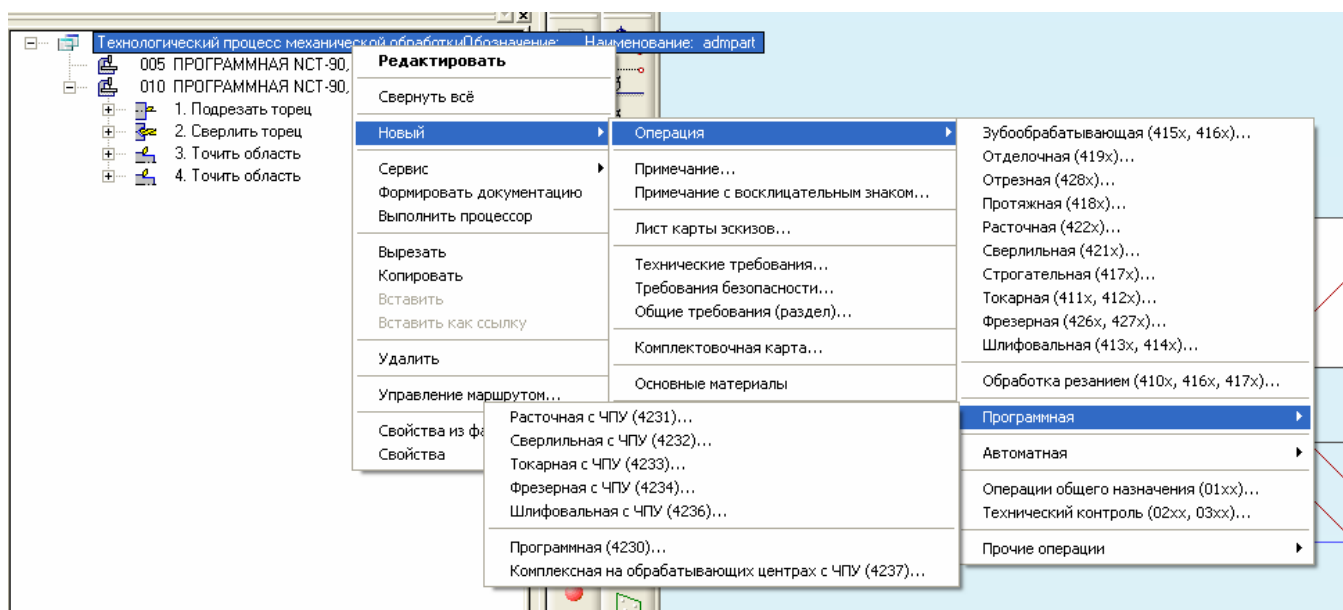

Рисунок 13 – Создание нового проекта
- вызовите контекстное меню, далее «Новый»/«Операция»/«Программная»/«Программная 4230...», откроется окно «Операция» (рисунок 13);